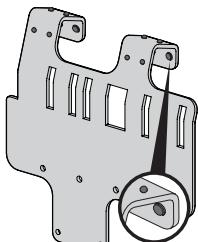

Figure 3
- Installez douze tampons en caoutchouc (735-05938) dans le support de l'adaptateur (789-02518). Fixez-les solidement en utilisant les orifices de montage illustrés à la Figure 3.